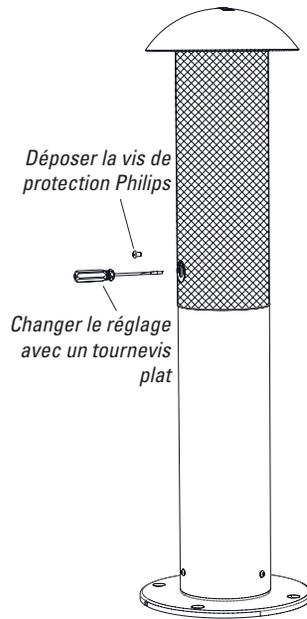

Figure 26
3. L'enceinte L42XC est livrée avec un transformateur réglé sur 60 W qui **doit être réinitialisé sur BYPASS**. Utilisez un tournevis à tête Philips pour retirer la vis de protection comme représenté dans la figure 26.